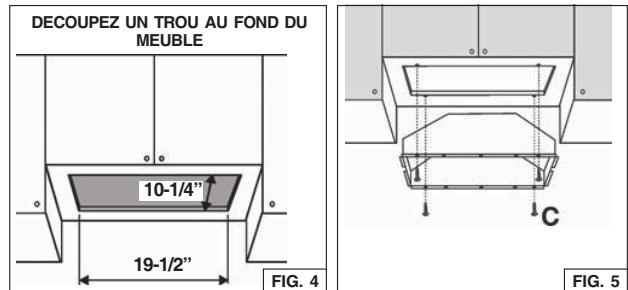

FIG. 4
3. Découpez un trou au fond du meuble en utilisant les dimensions reportées dans la Fig. 4.